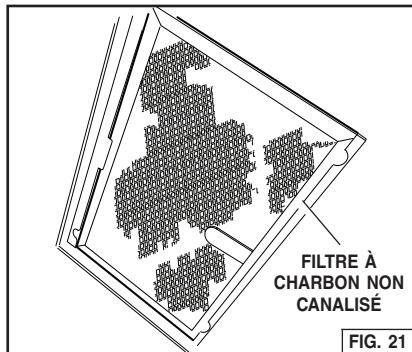

FIG. 21
1. Si la hotte n'est pas canalisée, insérez le filtre à charbon dans la pochette derrière le filtre à graisse. Si la hotte est canalisé, jeter le filtre à charbon. Fig. 21.